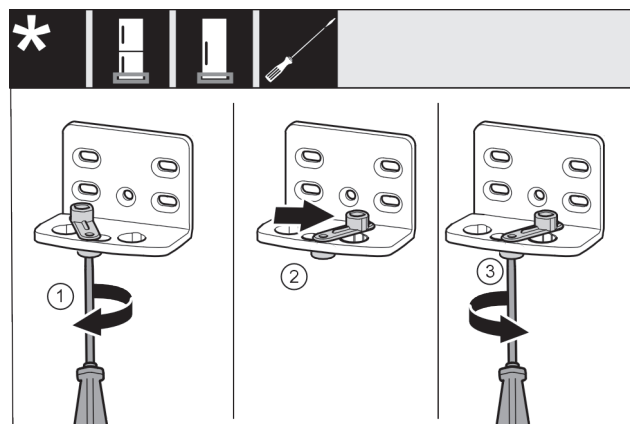

Fig. 19 *
- Allentare leggermente la vite Fig. 19 (1) con un cacciavite.*
- Sollevare l'ausilio di chiusura della porta Fig. 19 (2) e ruotarlo nel foro di 90° a destra.*
- Stringere la vite Fig. 19 (3) con un cacciavite.*